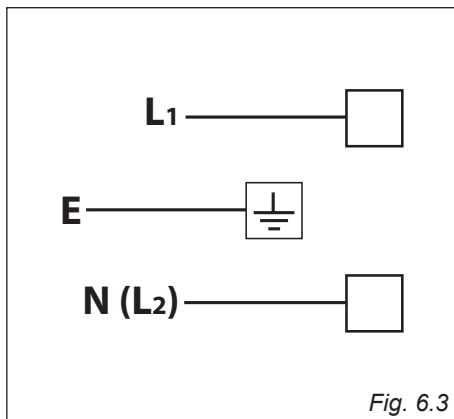

Fig. 6.3
- Anslut fas, noll och jord som visas på anslutningsdiagrammet Fig. 6.3.